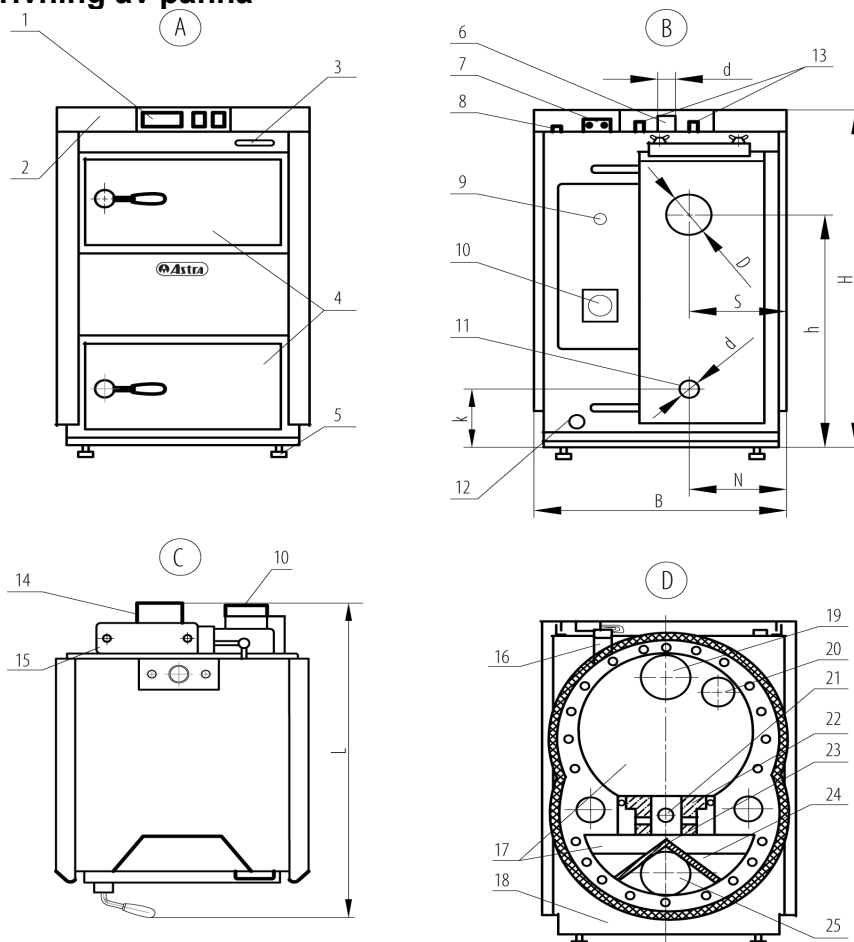

FIG. 1 Allmän överblick över pannan
- Pannan är ansluten till värmesystemet genom anslutningsrör 17 – framledning till värmesystemet och 13 - returledning från värmesystemet (bild 1);
- Det finns en nippel 16 för vattenpåfyllning eller tömning från pannan (bild 1);